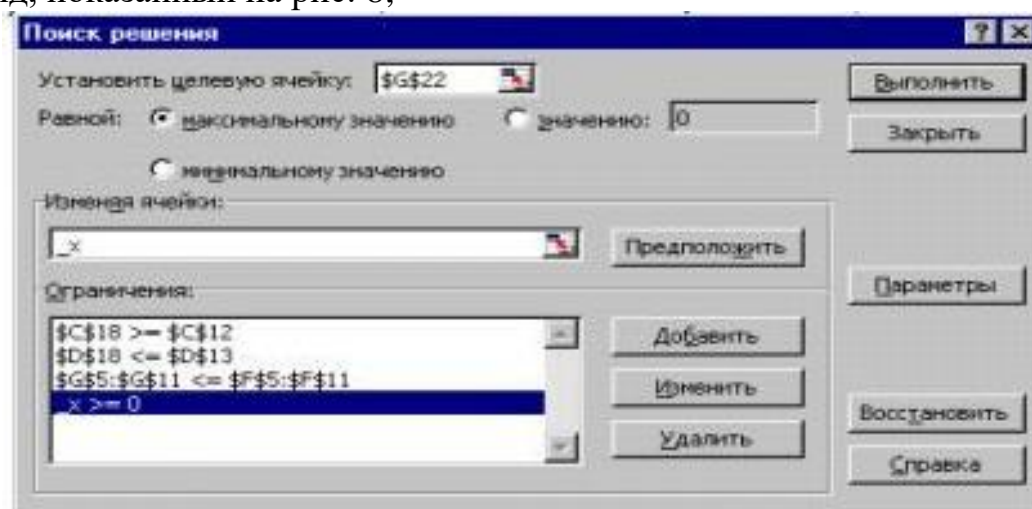

Рис. 8.
32. Убедитесь, что появившееся окно программы «Поиска решения» имеет вид, показанный на рис. 8;